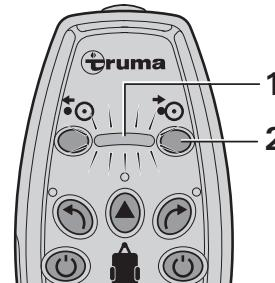

Bild 3
- Tryck (bild 3 - 2) på fjärrkontrollen i ca fem sekunder och släpp sedan. Drivhjulet svänger fram. Indikatorn (bild 3 - 1) blinkar under processen.